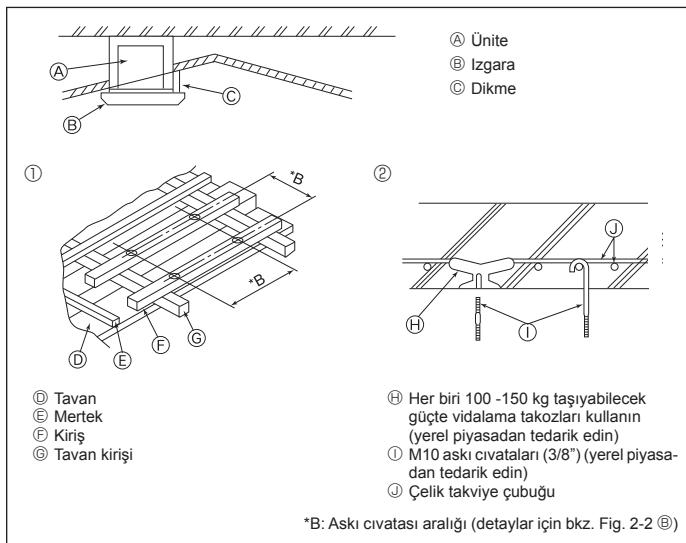

Fig. 2-4
2.4. Asma düzeninin yapısı (asılacağı yer güçlü bir yapı olmalıdır) (Fig. 2-4)